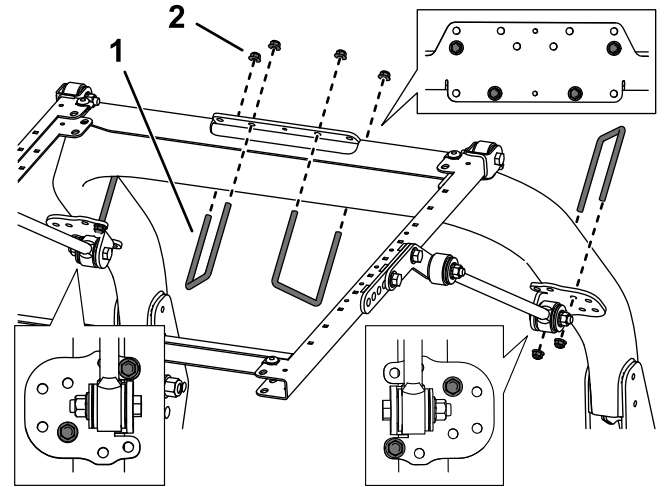

Figure 36
8. Utilisez les trous indiqués à la Figure 36, pour fixer légèrement chacun des supports de renfort aux montants de l'arceau de sécurité à l'aide d'un étrier fileté (3⅞ x 5") et de 2 écrous à embase.